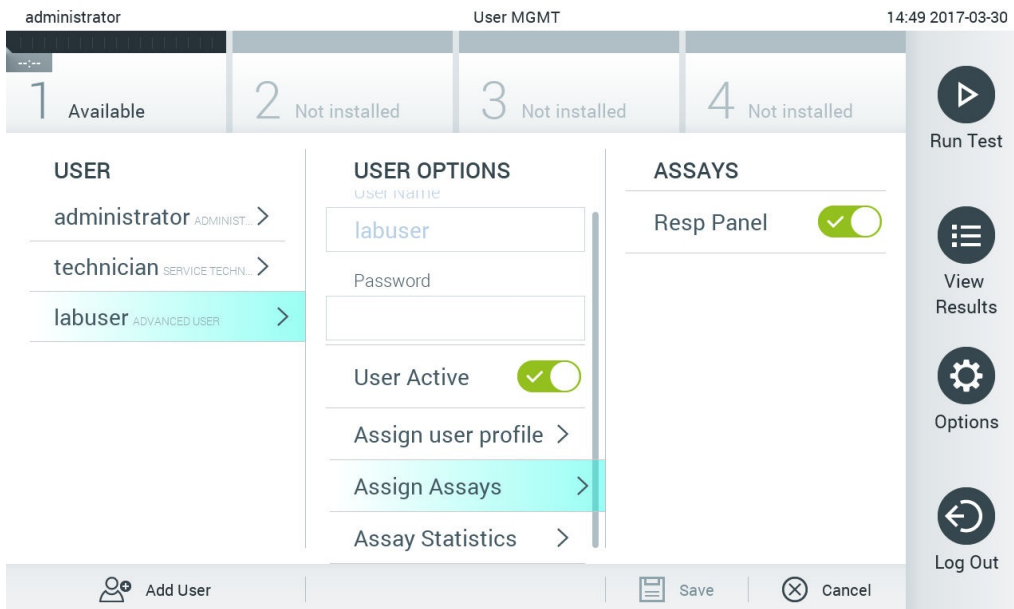

图 62. 为用户分配检测。
- **Assign Assays (分配检测)**：可从用户允许运行的检测数据库中定义检测。从内容区域右侧的列表中选择检测（图 62）。